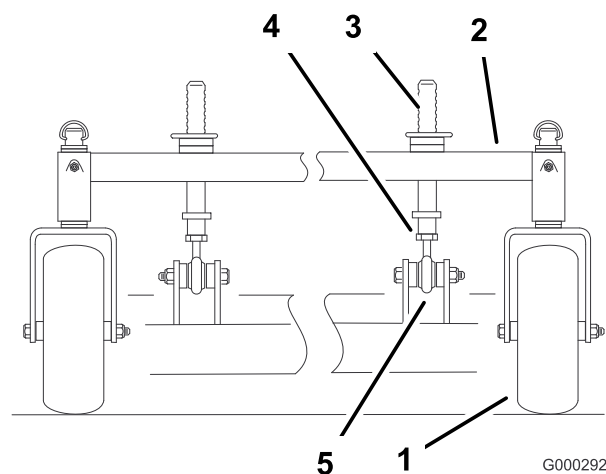

Figure 72
2. Pour élever l'avant du tablier de coupe, desserrez le contre-écrou et tournez la goupille avant dans le sens horaire (Figure 72).
3. Pour abaisser l'avant du tablier de coupe, desserrez le contre-écrou et tournez la goupille avant dans le sens antihoraire (Figure 72)
6. Resserrez les écrous de blocage (Figure 72).
1. Vous pouvez régler les montants de hauteur de coupe avant pour modifier l'inclinaison avant/arrière (Figure 72).